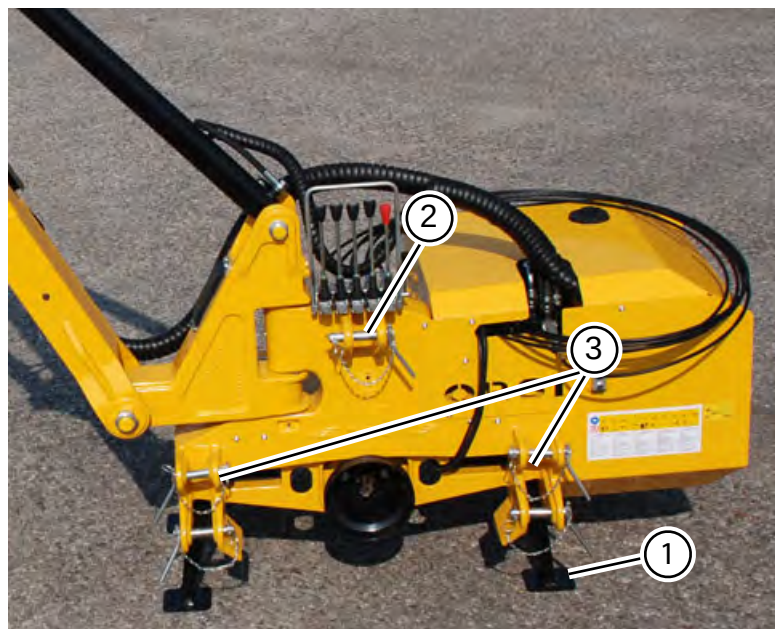

Fig. 118
- Abbassare i piedi di appoggio (1, "Fig. 118") fino a toccare terra. Inserire i perni. Bloccare i perni con la copiglia in dotazione. La macchina deve appoggiare a terra in modo stabile.
- Rimuovere le copiglie di sicurezza e i perni. Scollegare il tirante del sollevatore della trattrice dall'attacco terzo punto (2, "Fig. 118").
- Rimuovere le copiglie di sicurezza e i perni. Scollegare il sollevatore della trattrice dai due attacchi inferiori della macchina (3, "Fig. 118").
- Lower support feet (1, "Fig. 118") till you touch the ground. Insert the pins. To stop the pivots with the copiglia in endowment. The machine must rest on the ground in a stable manner.
- Remove the cotter pins and safety pins. Disconnect the tie rod of the tractor lift from the third point hitch (2 "Fig. 118").
- Remove the cotter pins and safety pins. Disconnect the lift of the tractor by the two lower joints of the machine (3, "Fig. 118").
- Baisser les pieds d'appui (1, "Fig. 118") jusqu'à toucher parterre. Insérer les pins. Bloquer les pins avec la goupille en dotation. La machine doit être posée parterre d'un façon stable.
- Retirer les goupilles de sécurité et les pivots. Debrancher le tirant du soulevement du tracteur du tracteur du troisième point (2, "Fig. 118").
- Retirer les goupilles de sécurité et les pivots. Debrancher le levage du tracteur des deux articulations inférieures de la machine (3, "Fig. 118").
- die Stützfüße zu senken (1, "Fig. 118"), bis den Boden zu berühren. die Stifte einzusetzen. Sperren Sie die Bolzen mit Federstecker geliefert. Die Maschine ist auf dem Boden in einer stabilen Weise ruhen.
- Splinte und Sicherheitsnadeln entfernen. Die Verbindungsstange des Aufzugs des Traktors vom dritten Punkt zu trennen (2, "Fig. 118").
- Splinte und Sicherheitsnadeln entfernen. den Aufzug des Traktors von beiden unteren Gelenke der Maschine zu trennen (3, "Fig. 118").
- Bajar los pies de apoyo (1, "Fig. 118") hasta tocar el suelo. Insertar los pernos. Parar los pernos con el copete en dotación. La máquina tiene que apoyar a tierra de modo estable.
- Remover los copiglie de seguridad y los goznes. Desconectar el tirante del levantador del tractor del enganche tercero punto (2, "Fig. 118").
- Remover los copiglie de seguridad y los goznes. Desconectar el levantador del tractor de los enganches inferiores de la maquina (3, "Fig. 118").
- Baixar os pés de apoio (1, "Fig. 118") até tocarem o chão. Inserir os pinos. Fixar os pinos com o pino de contrapino fornecido. A máquina deve repousar de modo estável no chão.
- Remover as cavilhas de segurança e pinos. Desligar a ligação do elevador de tratores da ligação superior (2, "Fig. 118").
- Remover as cavilhas de segurança e pinos. Desligar o elevador do trator das duas conexões inferiores da máquina (3, "Fig. 118").